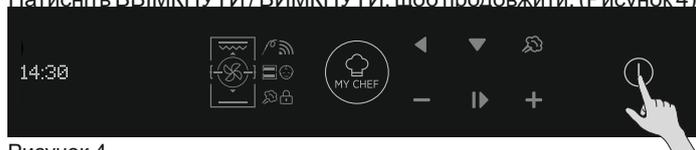

Рисунок 4
- При першому запуску потрібно дотримуватися процедури налаштування, щоб надалі мати змогу користуватися духовкою. Натисніть **ВВІМКНУТИ / ВИМКНУТИ**, щоб продовжити. (Рисунок 4)